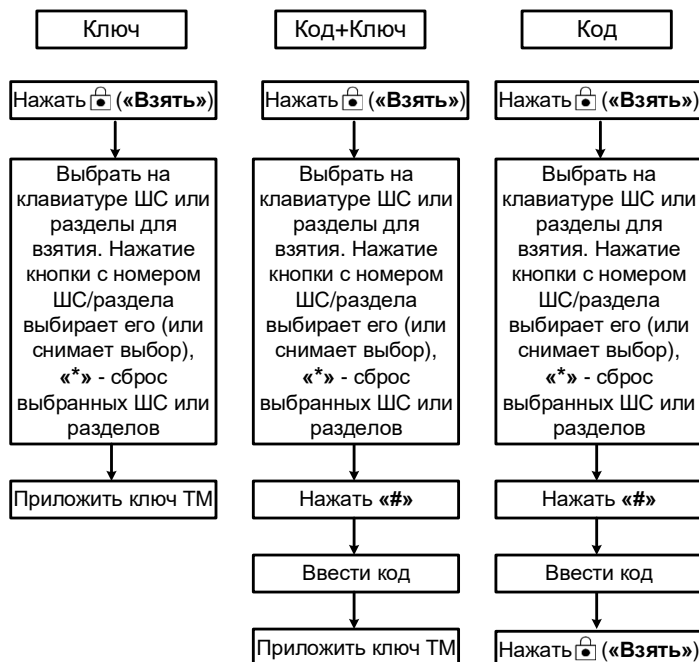

Рисунок 4 – Постановка под охрану с выбором шлейфов
• При необходимости постановки под охрану ШС с выбором (как полное, так и частичное взятие), следует (см. рисунок 4):